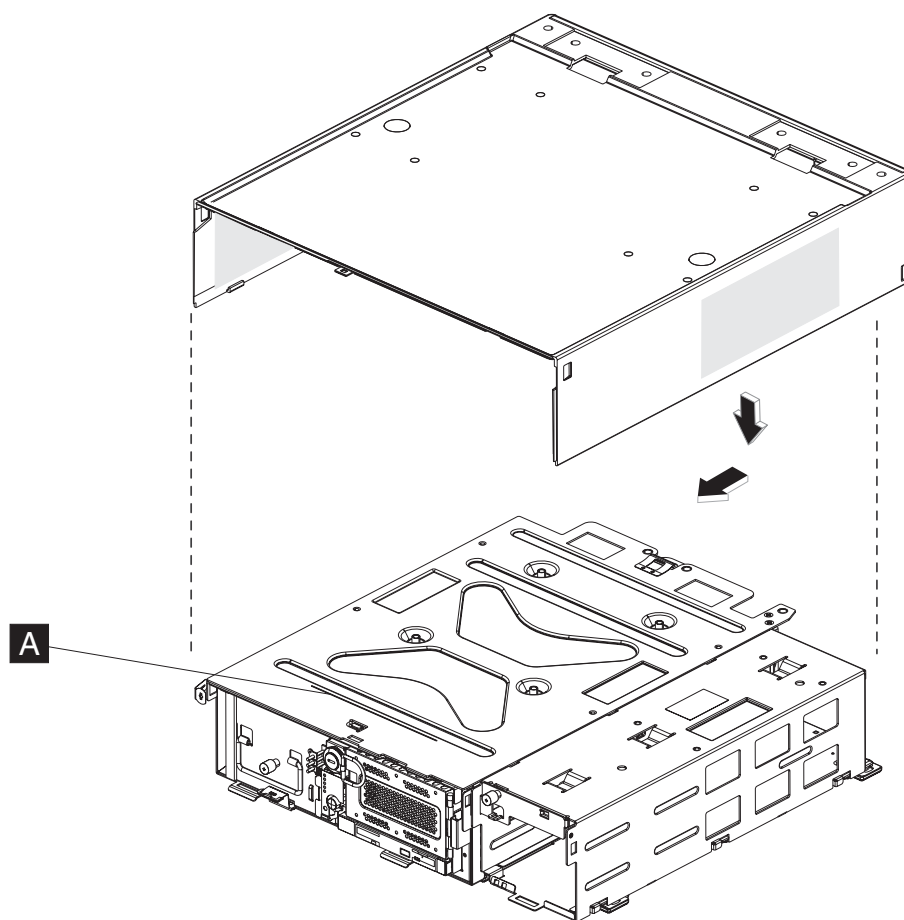

图 24. 安装顶盖
1. 将顶盖放在系统部件上方的位置，使前沿与刻印在顶板（图 24 中的 **A**）上的线对齐，然后轻轻将顶盖侧面向下按进去，同时向前滑动顶盖以将其锁定到位。